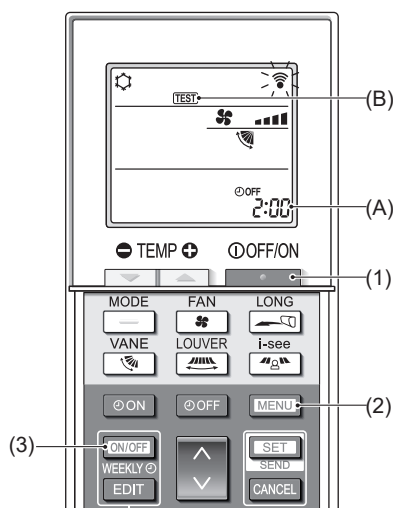

Fig. 7-5
■ Essai de fonctionnement (Fig. 7-5)
- Appuyez sur le bouton **OFF/ON** (1) pour arrêter le climatiseur.
- Si la minuterie hebdomadaire est activée (**WEEKLY** est affiché), appuyez sur le bouton **ON/OFF WEEKLY** (3) pour la désactiver (**WEEKLY** disparaît).
- Appuyez sur le bouton **MENU** (2) pendant 5 secondes.
- Appuyez sur le bouton **MENU** (2).
- TEST** (B) s'allume et l'appareil entre en mode essai de fonctionnement.